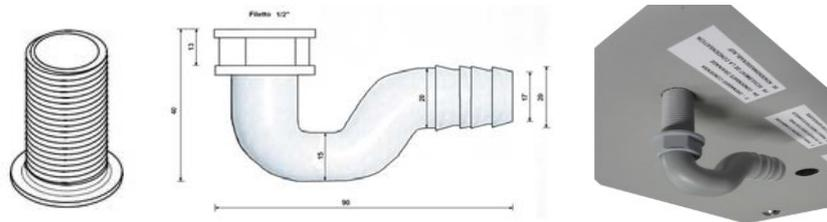
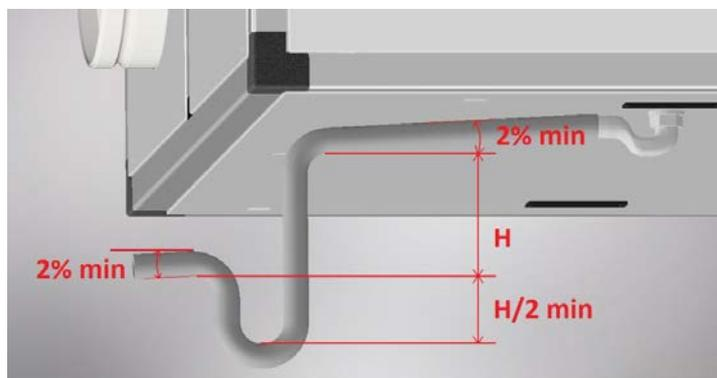

Figura 2 - Immagine del kit di scarico condensa e foto del montaggio sull'unità (è possibile tagliare il tubetto filettato a misura in modo che sporga meno)
Figura 3 - Altezza del sifone di scarico condensa ( $H + H/2 + \varnothing\text{tubo}$ ), valore H riportato nella tabella Specifiche tecniche a pag. 12
- Installare un adeguato sifone di scarico condensa il più vicino possibile all'unità: per alcune unità, in dotazione è fornito un piccolo sifone (vedi Figura 2), il quale ha più una funzione di raccordo che di sifone vero e proprio. Infatti per evitare il risucchio d'aria e quindi il corretto scarico della condensa, è necessario installare/realizzare un sifone con altezza minima come indicato in Figura 3 e nella tabella Specifiche tecniche a pag. 12; l'altezza (H) minima è calcolata tenendo conto delle condizioni di lavoro standard dell'unità, mentre l'altezza ottimale considera la prevalenza totale del ventilatore (quindi permette un corretto scarico condensa in qualsiasi condizione).